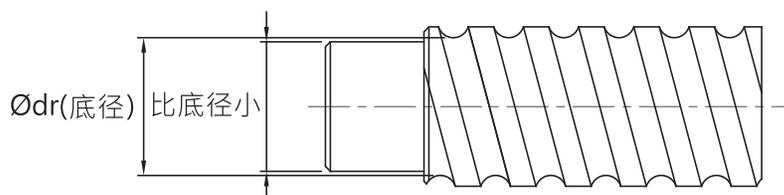

图1.10.4出牙—内循环轴端必要条件
(1)若您选用内循环或端盖式循环的滚珠螺杆，则其螺杆的一端螺纹必须出牙且肩部最大尺寸必须小于底径，若要求肩部尺寸大于底径亦可，但需有螺纹线留于肩部上便于螺帽装入。如下图1.10.4所示